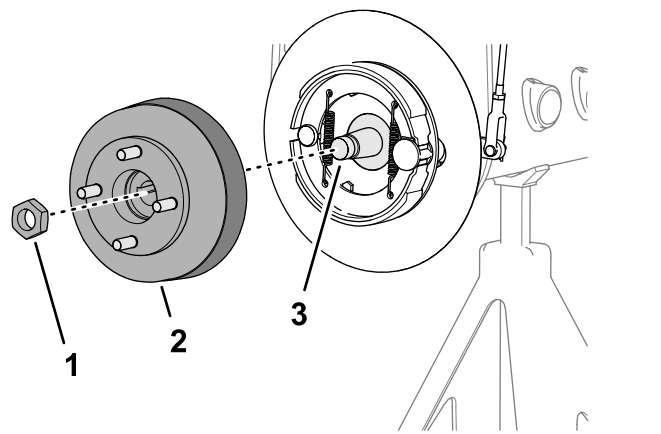

**Figura 70**
3. Monte el cubo de la rueda y el tambor de freno en el eje del motor de rueda (Figura 70 o Figura 71).
4. Sujete el cubo de la rueda al eje con la contratuerca (Figura 70 o Figura 71), y apriete a mano.